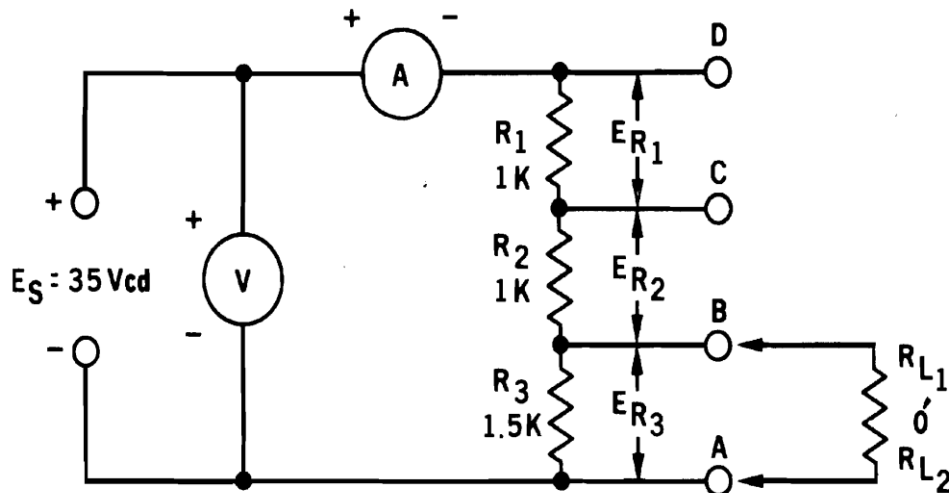

Fig. 16-1
1. Construya el circuito de la Fig. 16-1. No conecte la fuente de energía.
10. Una desventaja del divisor de tensión resistivo, es que debe consumirse energía. Calcule la energía total gastada en el circuito de la Fig. 16-1.
1. Diseñe y dibuje un diagrama del circuito de un divisor de tensión, similar al de la Fig. 16-1, que tenga un potencial de diez volts entre A y B, cuando una carga R_L , de 5,000 ohms está conectada entre esos puntos.
3. ¿Cómo puede obtenerse una tensión de 12 volts del circuito divisor de la Fig. 16-1?